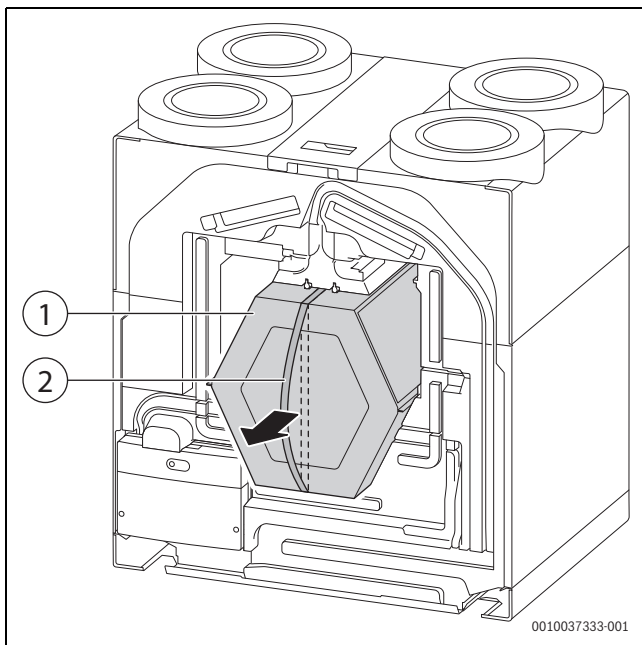

Bild 58 Wärmetauscher herausziehen
- ▶ Wärmetauscher vorsichtig am Band herausziehen (→ Bild 58).